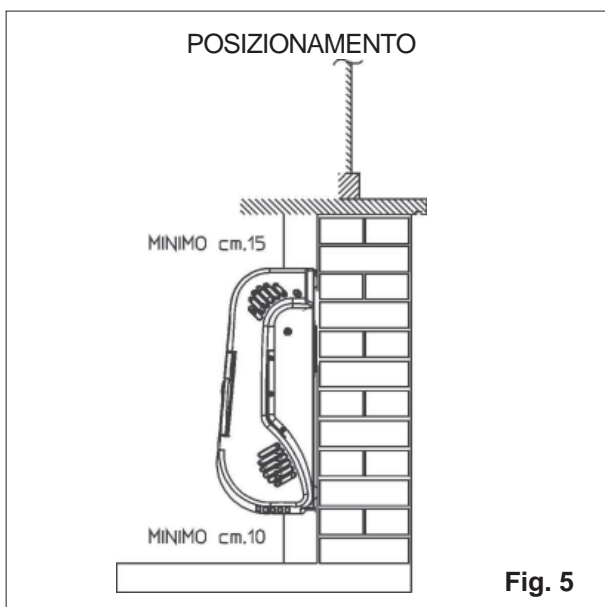

Fig. 5
- c) l'apparecchio deve essere installato ad una altezza minima dal pavimento di circa 10 -15 cm, in modo da permettere una corretta ripresa d'aria al ventilatore di convezione e consentire quindi l'ottimale circolazione d'aria sullo scambiatore (*fig. 5*). Evitare di installare la base dell'apparecchio a più di 50 cm di altezza dal pavimento, poiché si avrebbe una distribuzione non uniforme dell'aria calda con conseguente stratificazione della stessa
- d) qualora venga installato sotto finestra o sotto mensola, assicurarsi che il davanzale o la mensola non creino ostacolo al flusso dell'aria calda; si consiglia una distanza di almeno 20 cm (*fig. 5*). Per questo motivo e per agevolare la manutenzione il ventilconvettore non deve essere installato all'interno di nicchie o in posizione difficilmente accessibile. Si raccomanda di rispettare le distanze indicate in *fig. 6*.